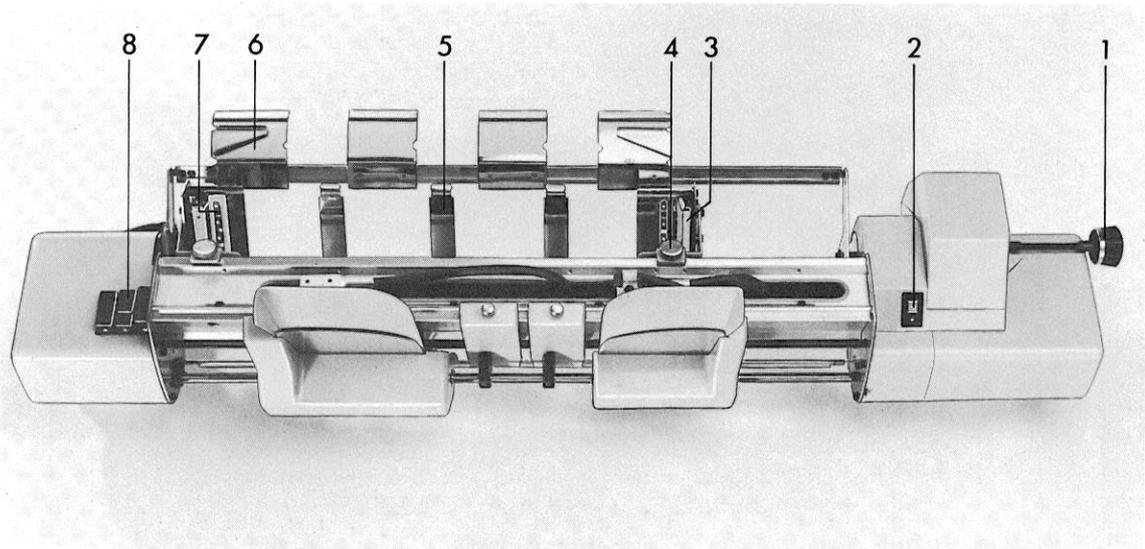
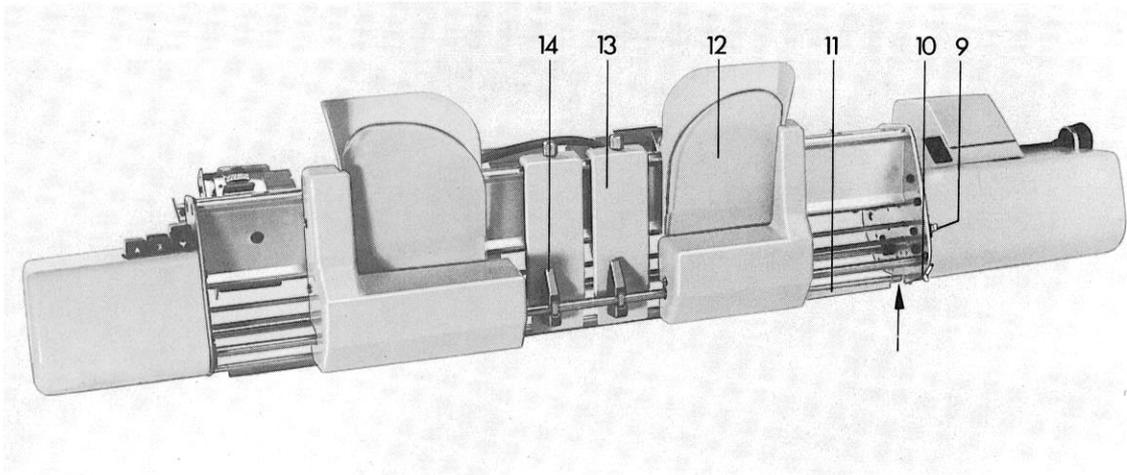

Abb. 14 Aufbau der EFKA 1 (Draufsicht)
Abb. 15 Aufbau der EFKA 1 (Vorderansicht)
7.1 Aufbau der EFKA 1 (Abb. 14, 15, 16)
| 1) Drehknopf, axial rastbar | in Abb. 14 |
| 9) Schaltknopf für Motormagnet | in Abb. 15 |
7.5 Bedienungselemente der EFKA 1, Funktion (in Abb. 14/15/16 ersichtlich)
Schiebeschalter, EIN - AUS (2) Abb. 14
Drehknopf (1) Abb. 14
Führungsklappe (3) Abb. 14
Rändelknopf (4) Abb. 14
Papierabgleiter (5) Abb. 14 und (13) Abb. 15
Papierhalter (6) Abb. 14
Traktoren (Stachelbänder) (7) Abb. 14
Bedienungstasten, Konteneinzug (8) Abb. 14
Schaltknopf für Motormagnet (9) Abb. 15
Abstützhebel (10) Abb. 15
Vorsteckbandachse (11) Abb. 15
Kartentaschen (12) Abb. 15
Papierableiter (14) Abb. 15
- Endlosformular über die Papierhalter (6) Abb. 14 und den Anfang des Formulars in den Papierführungsschacht vor das herausragende Papier (evtl. Kontokarte) legen.